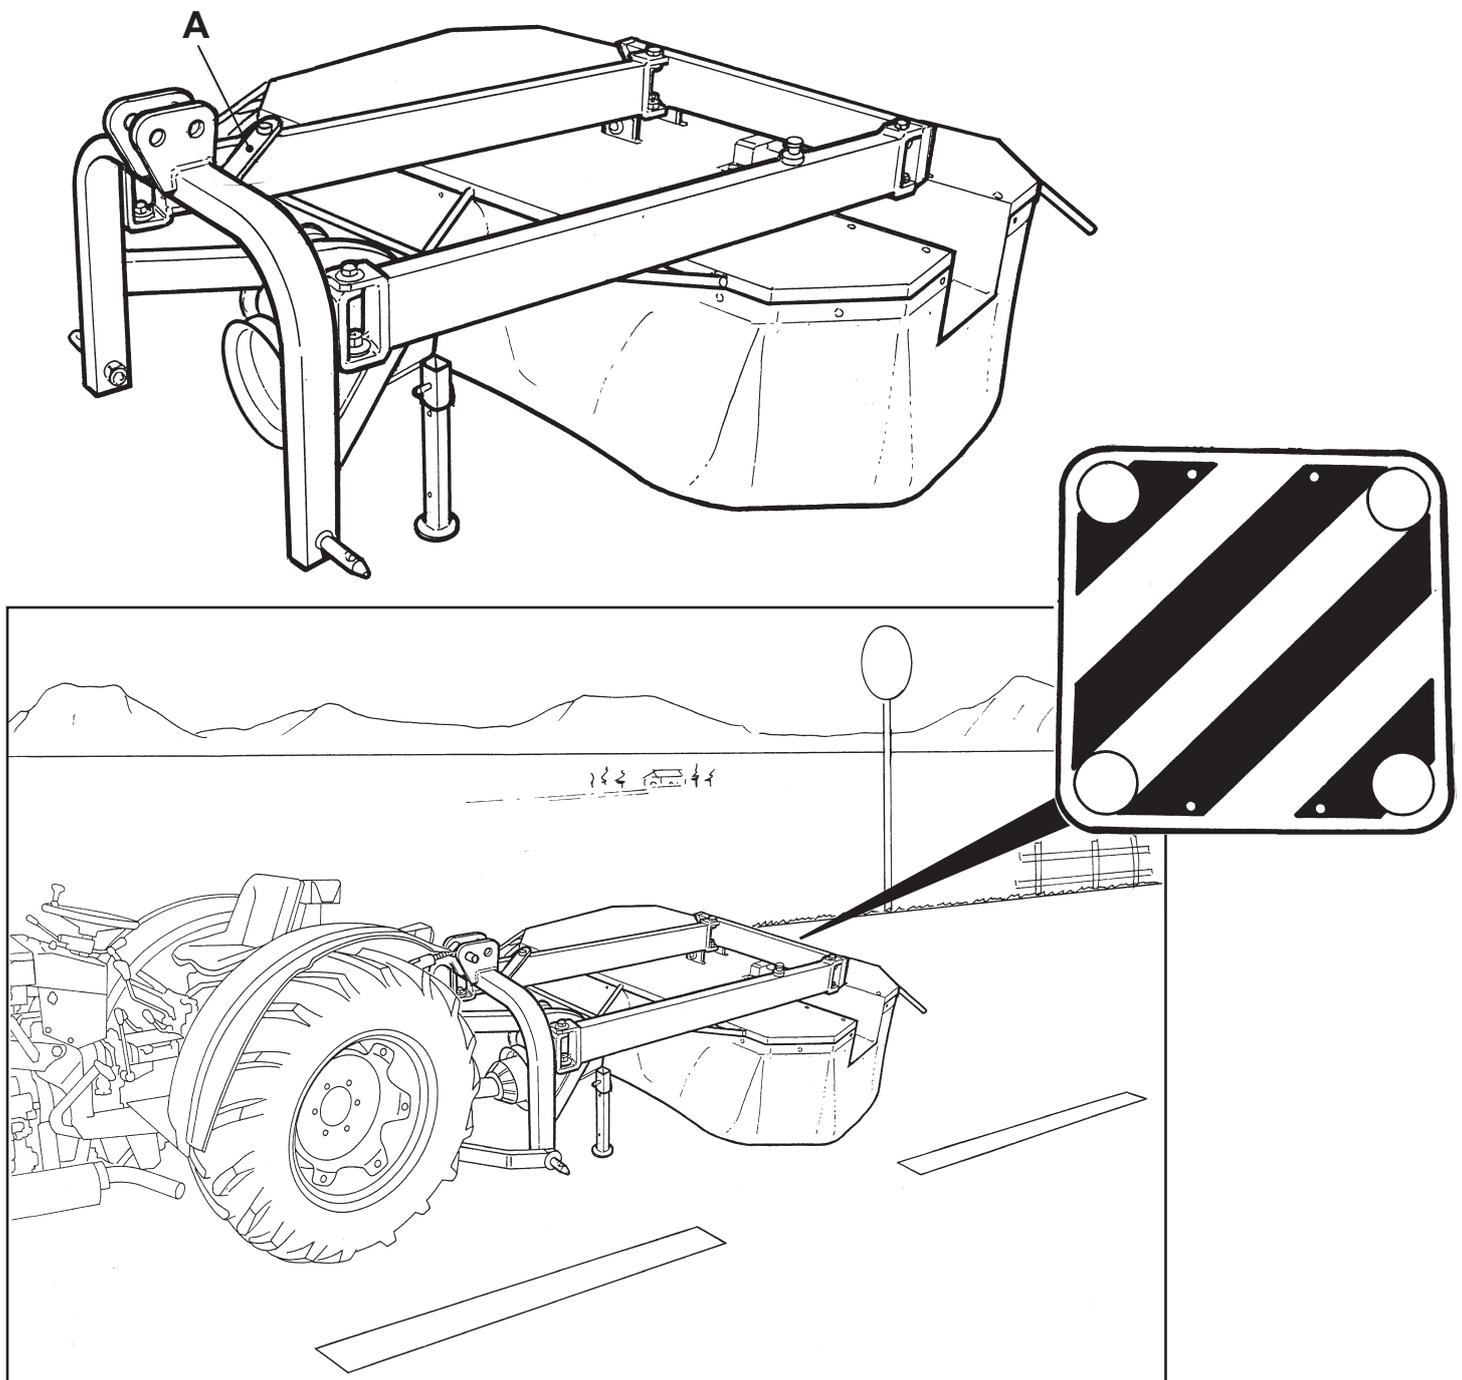

Fig. 1
- 1) Assicurarsi che la macchina rientri nella sagoma del trattore e sia bloccata con il piatto di sicurezza (A).
- 2) Sulla macchina dovrà essere applicata l'apposita segnaletica per quanto riguarda i carichi sporgenti (Fig. 1) (vedi codice della strada).
- 1) Make sure that the machine goes inside the outline of the tractor and is locked with the safety plate (A).
- 2) The special warning notice concerning projecting loads must be applied on the machine (Fig. 1) (see road rules).